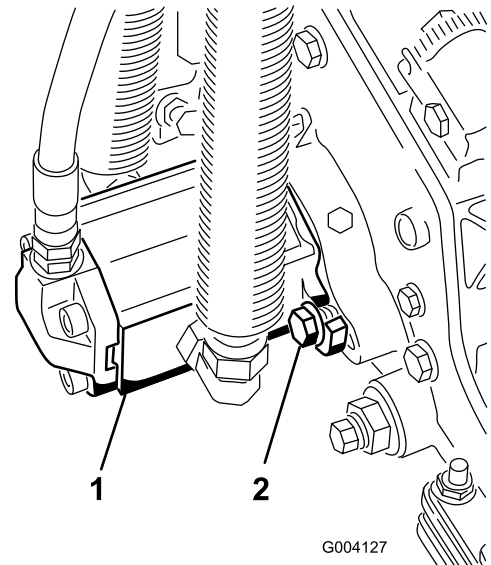

**Bild 11**
15. Montieren Sie den Motor; drehen Sie ihn nach rechts, damit die Motorflansche nicht die Kopfschrauben berühren (Bild 11). Drehen Sie den Motor nach links, bis die Flansche die Kopfschrauben umgeben. Ziehen Sie die Schrauben dann an.